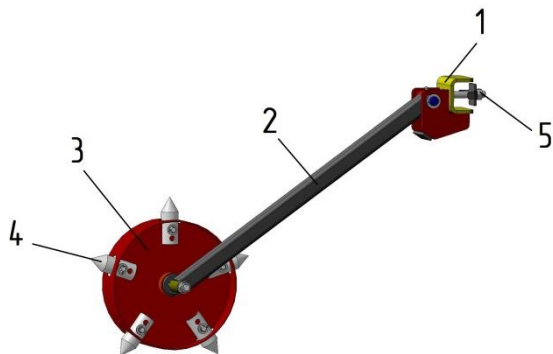

Рисунок 9 – Перфоратор
3.8 Перфоратор (рисунок 9) предназначен для пробивки отверстий в укрывном материале для посадки рассады.